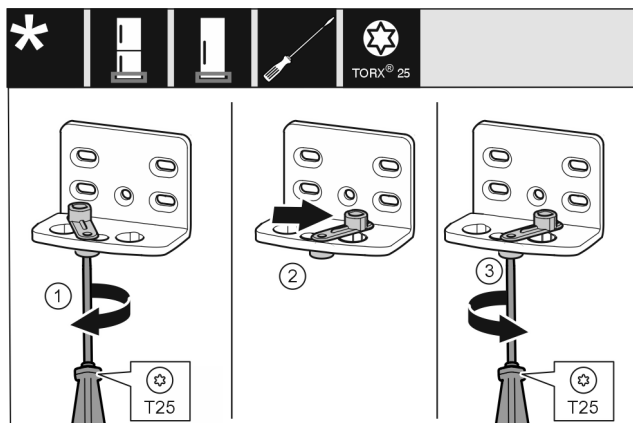

Fig. 16
- ▶ Отпустите винт Fig. 16 (1) отверткой.
- ▶ Приподнимите фиксатор двери Fig. 16 (2) и, повернув на 90° вправо, вставьте в отверстие.
- ▶ Затяните винт Fig. 16 (3) отверткой.